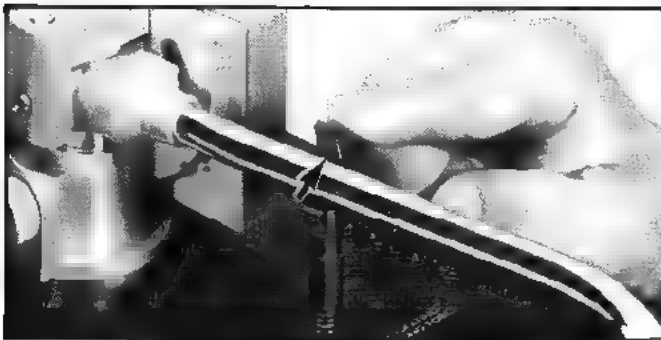

Fig. 20 Abb. 20
1. Put a record on the platter, release the rest clamp. (Fig. 20)
Hinweis: Beachten Sie, daß der Bereitschafts-Schalter (READY) während des Abspielens nicht auf "OFF" gestellt ist. Wenn er auf "OFF" gestellt ist, ist ein Abspielen unmöglich und der Nadeldruck beträgt "0". Abb. 20
3. Stellen Sie die Plattenspieler-Geschwindigkeit mit dem Geschwindigkeits-Schalter (SPEED) entsprechend des U/min-Werts der Schallplatte ein. Abb. 20
Remarque: Prendre soin de ne pas placer le commutateur READY sur "OFF" durant la lecture. Si celui-ci est placé sur "OFF", la lecture du disque sera impossible du fait que la force d'appui de la pointe de lecture sera de "0". Fig. 20